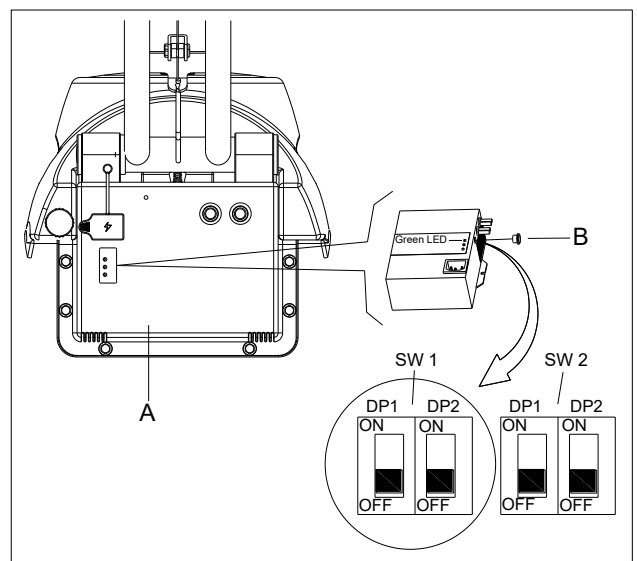

Abbildung 4
1. Schalten Sie die Maschine aus und demontieren Sie die Abdeckung (A wie Abbildung 4) von der Maschine. Entfernen Sie dann die runde schwarze Kappe auf der Vorderseite des Ladegeräts (B wie in Abbildung 4). Sie finden die beiden Kippschaltersets (SW1 und SW2) im Ladegerät.